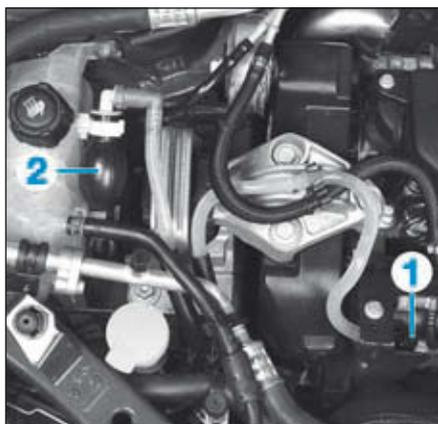

FIG.46
- Débrancher la durit (1) de la pompe à injection (Fig.46).
- Actionner la pompe d'amorçage (2) afin que la canalisation débranchée soit remplie de carburant et que celui-ci s'écoule sans air dans un récipient.
- Rebrancher la durit (1).